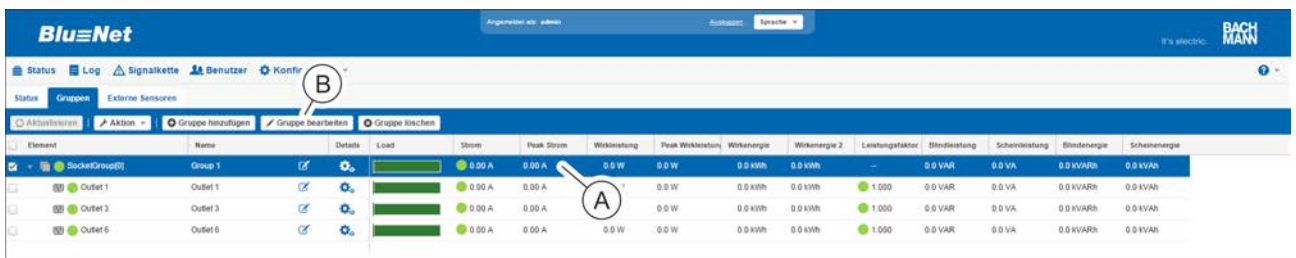

Abb. 202: Menü "Status" – Registerkarte "Gruppen"
3. ➔ Gewünschte Gruppe auswählen (Abb. 202/Ⓐ).
4. ➔ Schaltfläche „Gruppe bearbeiten“ anklicken, um eine Steckdosengruppe zu modifizieren (Abb. 202/Ⓑ).